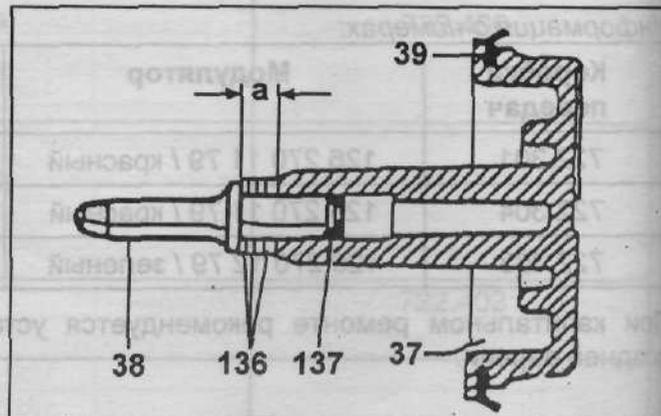

Рис. 21. 37 - Поршень ленточного тормоза В1; 38 - Шток; 39 - Уплотнение; 136 - Прокладки; 137 - Кольцевое уплотнение.
С апреля 1986 используется измененный поршень ленточного тормоза В1 с регулируемой длиной штока. Шток (38) удерживается в поршне кольцевым уплотнением толщиной 1,0 мм и 1,5 мм (рис. 21).